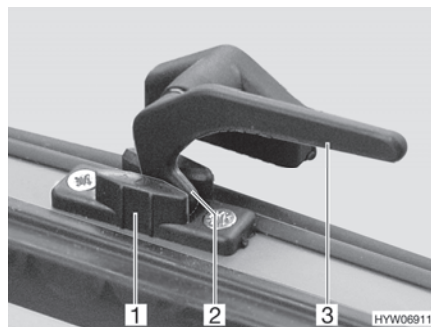

Fig. 48 Leva di serraggio in posizione "Aerazione continua"
- In posizione di "Aerazione continua" (Fig. 48)
- Ruotare tutte le leve di serraggio (Fig. 48,3) di un quarto di giro verso il centro della finestra.
- Girare nuovamente all'indietro tutte le leve di serraggio. Riportare contemporaneamente il nasello di chiusura (Fig. 48,2) nella rientranza della chiusura della finestra (Fig. 48,1).